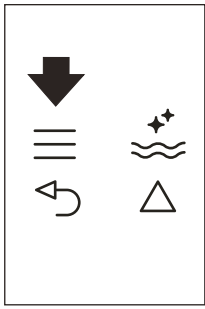
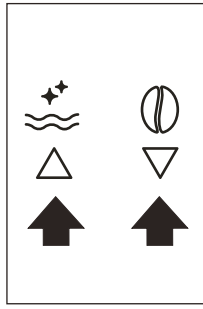

Fig. 22
Fig. 9
- ▶ Premere l'icona ≡ (B2) per entrare nel menù (Fig. 22), o poi premere le icone △ ▽ (B7) e (B8) (Fig. 9) fino a selezionare il messaggio "PROGRAMM. CAPPUCCINO".
- ▶ Premere l'icona ≡ (B2) per entrare nel menù (Fig. 22) o poi premere le icone Δ ∇ (B7) e (B8) (Fig. 2) fino a selezionare il messaggio "CAFFÉ PER CAPPUCINO".
- ▶ Premere nuovamente l'icona OK (B9) per confermare e poi premere le icone Δ ∇ (B7) e (B8) (Fig. 9) fino a selezionare il messaggio "CAFFÉ PER CAPPUCINO".